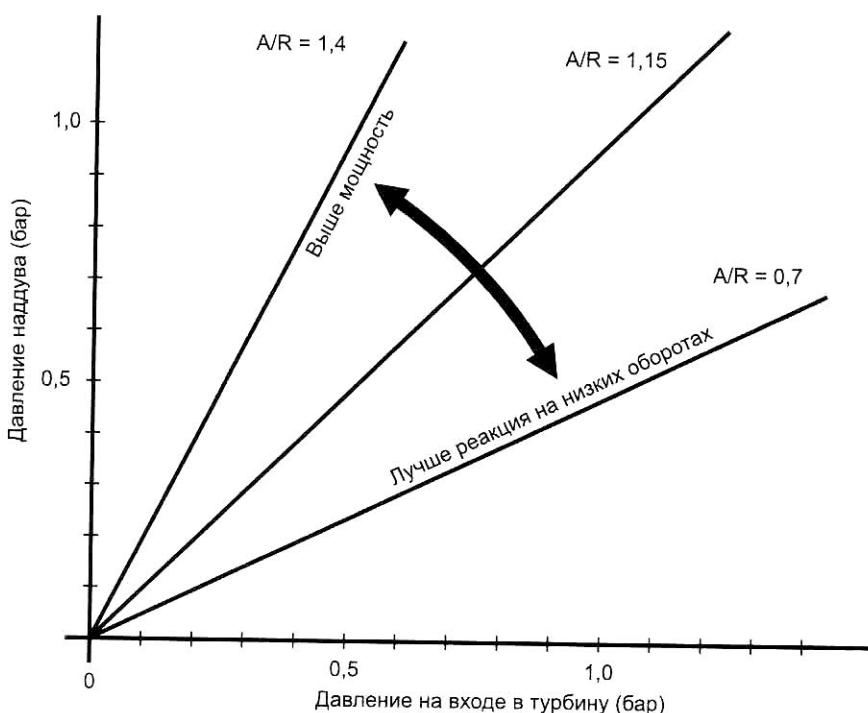

Рис. 3-13. Эффект изменения отношения A/R , все прочие параметры неизменны.
же самая сила (поток выхлопных газов) прикладывается на большем плече рычага (R). Это позволяет приводить большее рабочее колесо компрессора, если этого требуют условия применения. Тем не менее, чаще всего при выборе турбины варьируют параметр « A », в то время как радиус остается постоянным. Упрощенный подход к выбору отношения A/R показан на рис. 3-13.